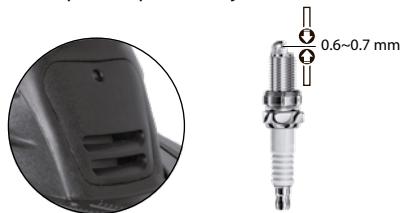

Imagen 13. Bujía.
1. Retirar la cubierta central. Ver imagen 13.
7. Verificar la calibración de los electrodos de la bujía, la cual debe ser de 0.6 a 0.7 mm. Ver imagen 13.